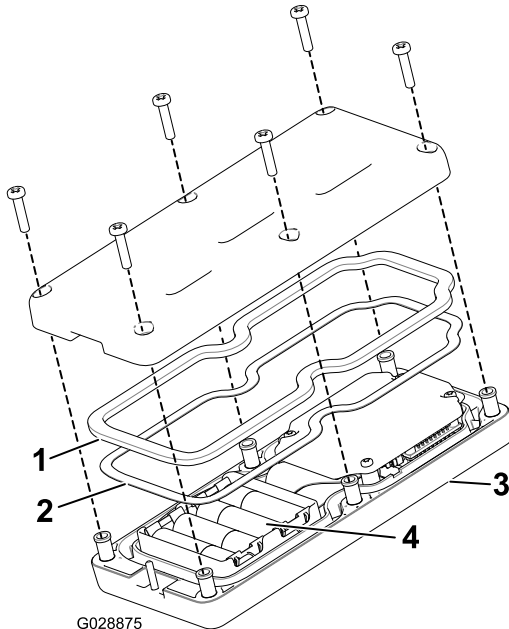

Bild 18
2. Legen Sie die Batterien in das Batteriefach ein und achten Sie auf die richtige Polarität. (Wenn die Batterien falsch eingelegt sind, wird das Gerät nicht beschädigt; es funktioniert jedoch nicht.) Das Fach hat Polaritätsmarkierungen für jeden Anschluss (Bild 18).
4. Befestigen Sie die Abdeckung mit sechs Schrauben (Bild 18) und ziehen sie bis auf 1,5-1,7 Nm an.
3. Stellen Sie sicher, dass die Stahldichtung und die Gummidichtung im Kanal in der Fernbedienung liegen und setzen Sie die Rückabdeckung auf (Bild 18).